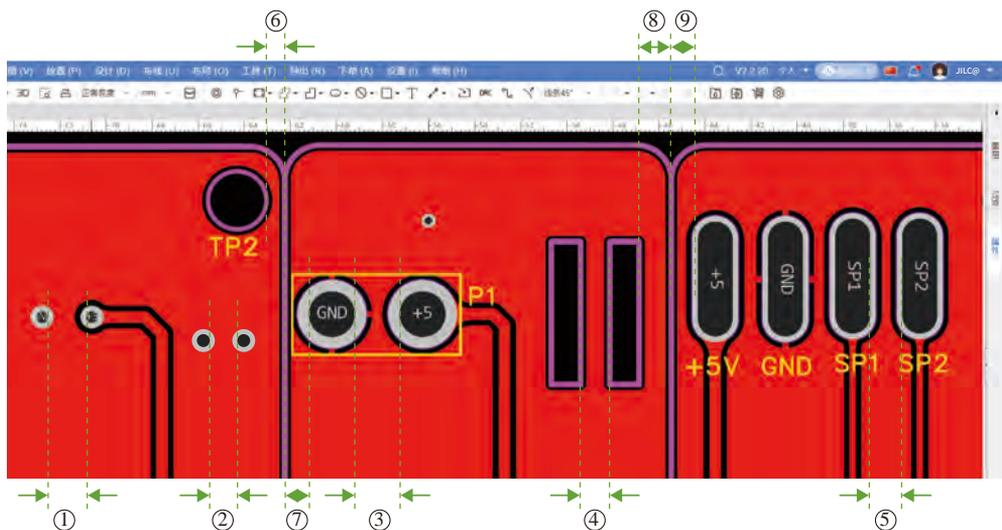
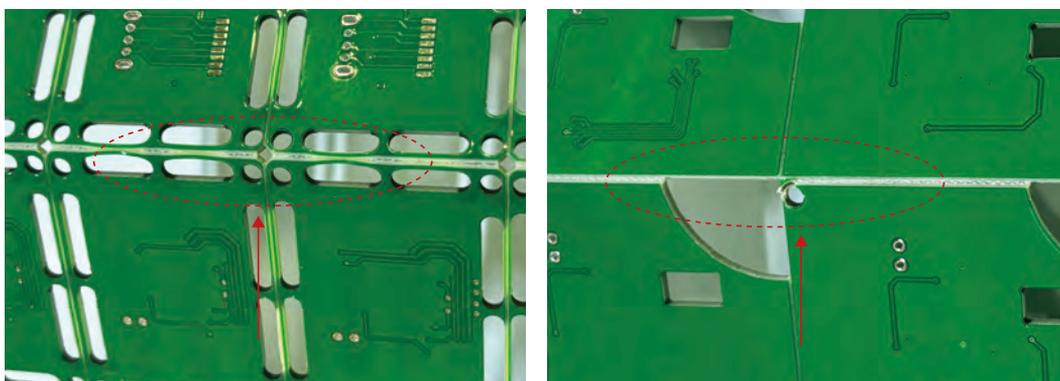

图 4-19 钻孔间距示意图
图 4-20 板边缘的槽孔太近 V 割边分板崩裂案例图
为避免相邻过孔因间距过近而导致基材挤压变形或崩裂，以及防止不同网络过孔通电后产生 CAF 效应，并确保相邻焊盘的安全间距，设计相邻过孔和插件孔时（见图 4-19），其边缘间距应满足以下条件。如果不同网络的过孔间距为 0.2 ~ 0.4mm，则 PCB 厂商可在客户接受 CAF 风险的情况下进行生产。
- ①处：不同网络过孔的边缘间距  $\geq 0.40\text{mm}$ 。
- ②处：相同网络过孔的边缘间距  $\geq 0.2\text{mm}$ 。
- ③处：插件孔的边缘间距  $\geq 0.45\text{mm}$ 。
(2) 考虑结构稳定性：为了避免在 PCB 外形切割和拼板出货产品的分板过程中，受加工和分板作用力的影响出现槽孔边缘和板边圆孔崩裂现象，设计如图 4-19 中标注的相邻槽孔之间的间距时须满足以下条件，否则会出现如图 4-20 所示的槽孔和圆孔崩裂的风险。
- ④和⑤处：(非)金属化槽孔的边缘间距  $\geq 0.80\text{mm}$ 。
- ⑥和⑦处：(非)金属化圆孔边缘与 V 割边间距  $\geq 0.60\text{mm}$ 。
- ⑧和⑨处：(非)金属化槽孔边缘与 V 割边间距  $\geq 1.50\text{mm}$ 。